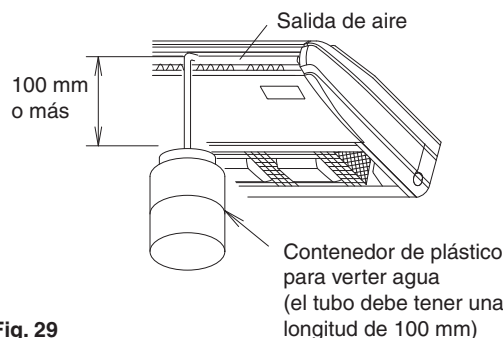

Fig. 29
- Vierta gradualmente 0,6 litros de agua en la bandeja de drenaje, desde la salida de aire, para confirmar que el drenaje funcione correctamente. **(Refiérase a la Fig. 29)**